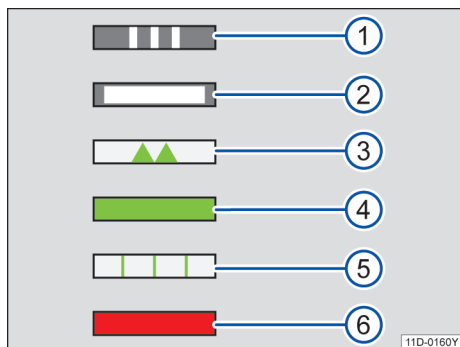

图 130 充电状态指示灯
→图 130⓪闪烁：车辆建立与充电基础设施的通信，充电处于初始化阶段。
→图 130②灯持续亮起：照明功能，具体说明如下。
→图 130③间歇性亮起：高压电池正在充电。
→图 130④灯持续亮起：成功完成充电过程。
→图 130⑤闪烁：激活定时充电且未开始充电过程。
→图 130⑥灯持续亮起：充电系统有故障。